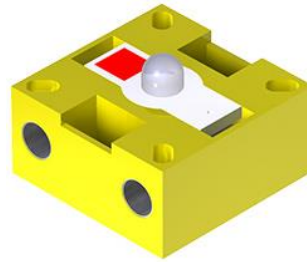

Abbildung 13: Fischertechnik Fototransistor
Der Fototransistor ist ein Schalter (NO) der auf einfallendes Licht reagiert. Das Halbleiterbauelement wird leitend bei einfallendem Licht auf die Fotodiode. Je höher die Intensität des einfallenden Lichts, also je heller die Umgebung des Bauteils, desto geringer sind der resultierende elektrische Widerstand und die über dem Bauteil anliegende Spannung (Schalter geschlossen, *Eins* am digitalen Eingang). Eine dunkle Umgebung erhöht den elektrischen Widerstand und verringert damit die Leitfähigkeit des Fototransistors (Schalter offen, *Null* am digitalen Eingang). Das in Abbildung 13 dargestellte Bauteil muss an der rot markierten Seite mit 9V und am benachbarten weißen Pin mit einem digitalen Eingang der Gesamtplatine verbunden werden.